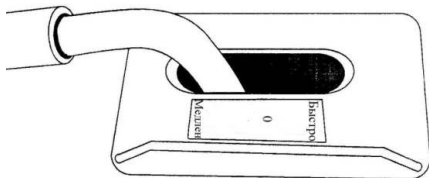

Рис. 9
6.2. Переключение передач (см. рис. 9)
Залейте рекомендованное моторное масло, проверьте уровень, установите пробку заливной горловины. Объем моторного масла составляет 0,6 л (см. рис.9). Вымойте руки с мылом после контакта с использованным маслом.